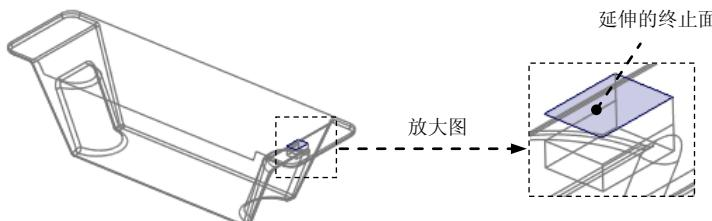

图 12.13 选取延伸的终止面
- (8) 选取延伸的终止面。
- ① 在操控板中按下 按钮 (延伸类型为“至平面”)。
- ② 在系统的提示下, 选取图 12.13 所示的坯料的表面为延伸的终止面。
- ③ 在操控板中单击 按钮, 完成延伸曲面的创建。